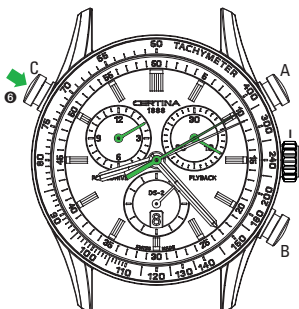

Abb. 15
**Erneutes Ablesen der letzten gespeicherten Zwischenzeit (gemäß Abb. 15)**